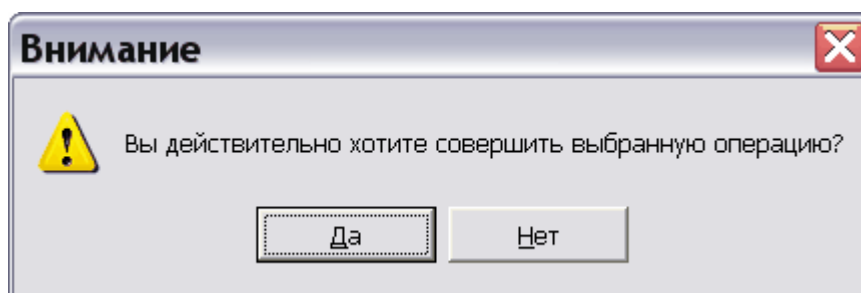

Рис. 8.255
3. Для сохранения изменений нажмите на кнопку , расположенную в нижней части окна **Групповые операции над идентификационной и статусной частью МД**. После этого появится запрос на подтверждение операции (Рис. 8.255).